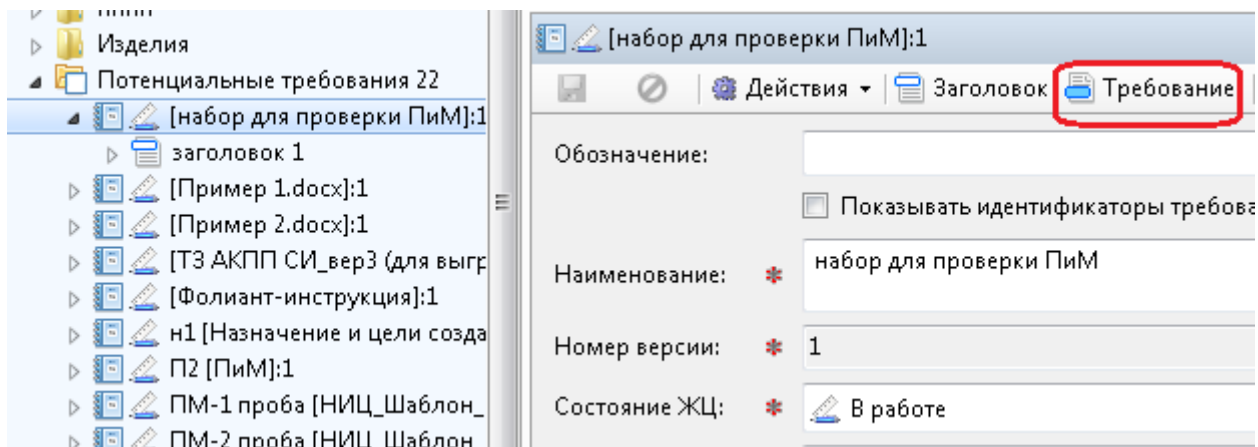

Рисунок 5 — Использование функции «Требование»
- б) или использовать одну из функций («Заголовок» или «Требование»), расположенных в строке «Действий», рисунок 5;